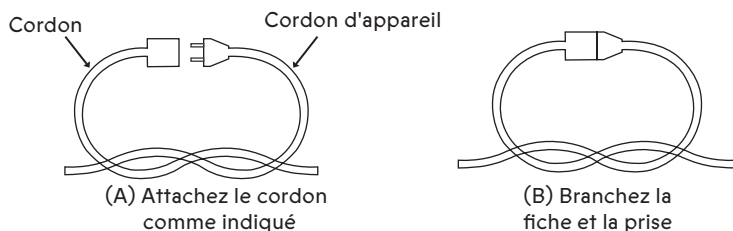

FIG. 1
Pour réduire le risque de déconnexion de l'outil de la rallonge pendant le fonctionnement, faites un nœud tel qu'illustré à la (A) (Fig.1).